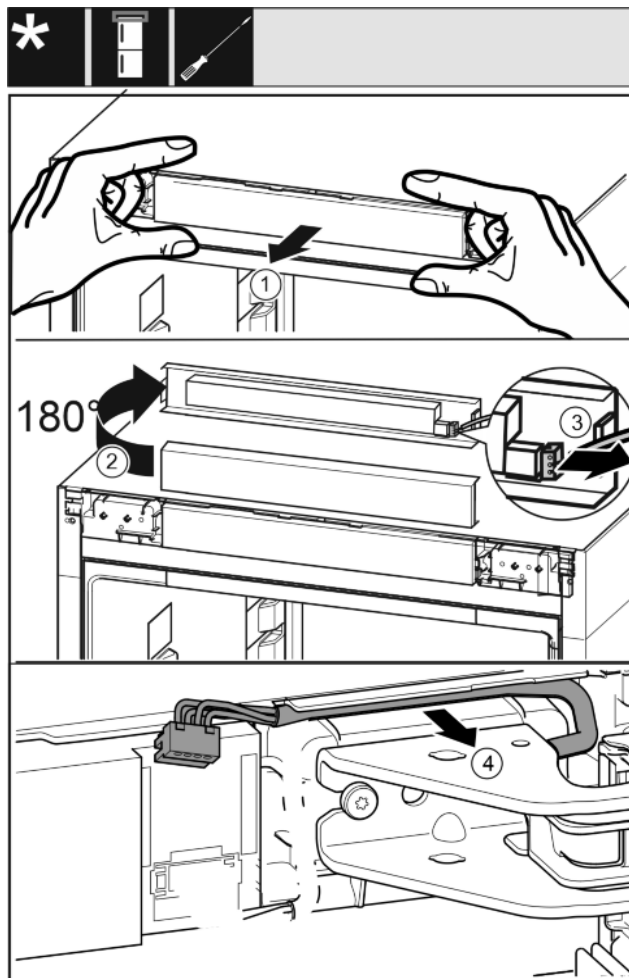

Fig. 15
- ▶ Poluzować ostrożnie zaślepkę panelu obsługowego urządzenia do przodu. Fig. 15 (1)
- ▶ Obrócić zaślepkę panelu obsługowego do góry o 180°. Fig. 15 (2)
- ▶ Docisnąć zaczepek do tyłu i wyciągnąć ostrożnie wtyczkę. Fig. 15 (3)
- ▶ Ostrożnie wyjąć kabel znajdujący się nad płytką zawiasu. Fig. 15 (4)